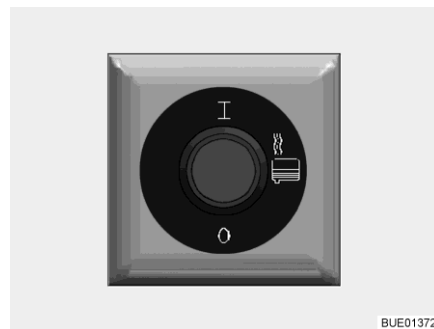

Fig. 287 Interruptor para calefacción de aguas residuales
- Pulsar la parte superior del interruptor (Fig. 287). La calefacción de aguas residuales está conectada y evita que los componentes calentados se congelen.